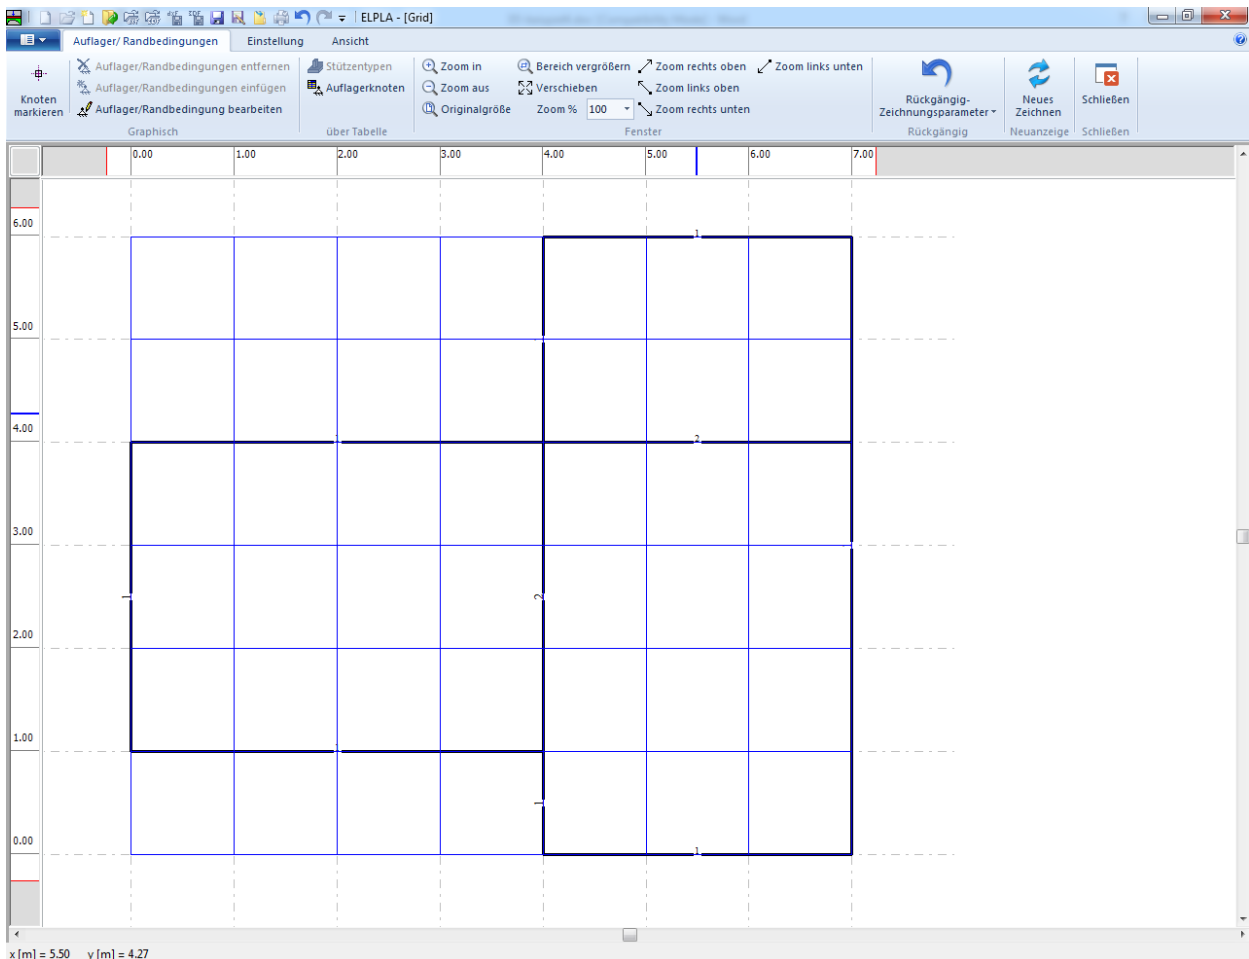

Bild 4.20 Stäbe im Fenster "Auflager/ Randbedingungen"
Nach dem Klicken von "OK" im Dialogfeld "Zeichnungsparameter" sollte der Bildschirm wie das folgende Bild 4.20 aussehen.
- Wählen Sie den Befehl "Knoten markieren" aus dem Menü "graphisch" im Bild 4.20. Wenn der Befehl "Knoten markieren" gewählt wird, ändert sich der Cursor von einem Pfeil zu einem Kreuz